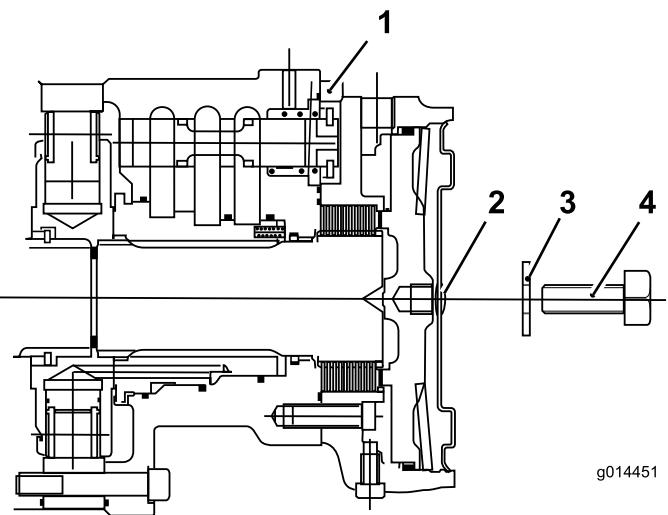

Bild 45
1. Entfernen Sie die Schraube (12 x 40 mm) und Unterlegscheibe (12 mm) aus dem Loch in der Mitte der Motorenendplatte (**Bild 45**).